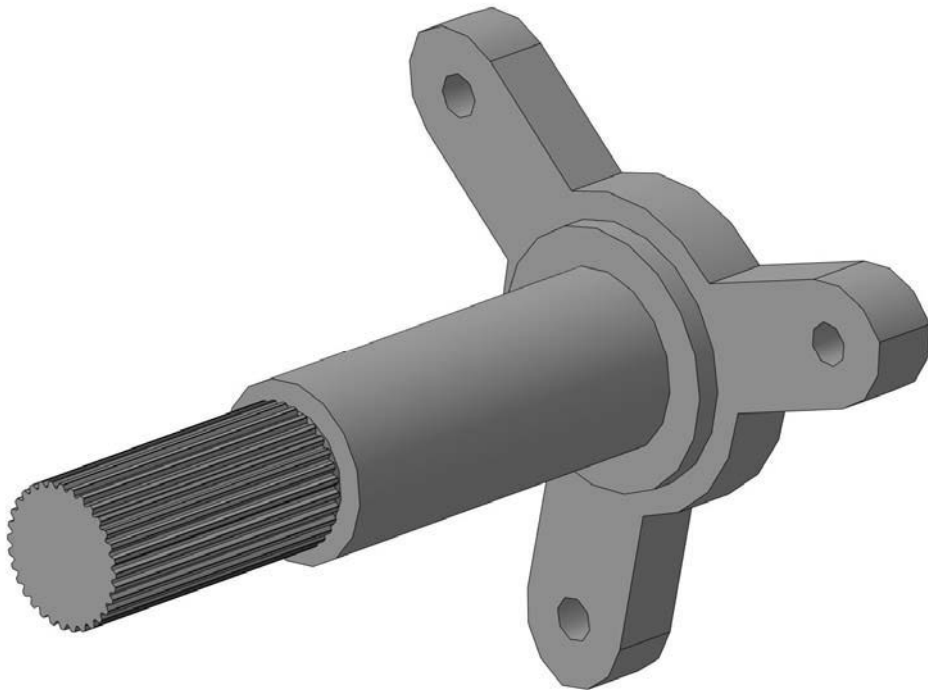

Рисунок 31 – Водило
- 3 Создать водило (рисунок 31).